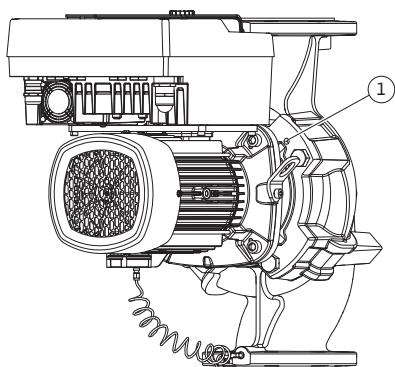
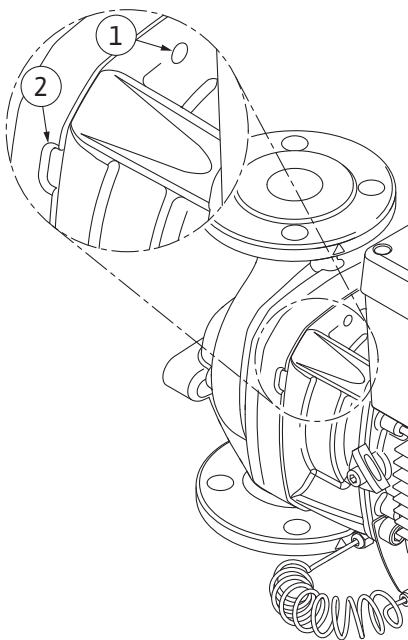

Fig. 103: Apăsarea ansamblului motor cu rotor hidraulic prin găurile filetate
Fig. 104: Găuri filetate și fante pentru împingerea ansamblului motor cu rotor hidraulic din carcasa pompei
12. În funcție de tipul pompei (Fig. III IV), slăbiți șuruburile de la poz. 29. Folosiți cele două găuri filetate adiacente (Fig. 103, Poz. 1) și folosiți șuruburi adecvate puse la dispoziție de client (de ex. M10 x 25 mm). Apăsați ansamblul motor cu rotor hidraulic de pe carcasa pompei. În funcție de tipul pompei (Fig. I și Fig. II), utilizați cele două găuri filetate M10 (vezi Fig. 104) și utilizați șuruburi adecvate puse la dispoziție de client (de exemplu, M10 x 20 mm). Fantele (Fig. 104, Poz. 2) pot fi folosite și pentru împingere. Pentru a face acest lucru, atașați două șurubelnițe și folosiți-le ca pârghie. După o cursă de depresare de cca. 15 mm, ansamblul motor cu rotor hidraulic nu se mai află în carcasa pompei.